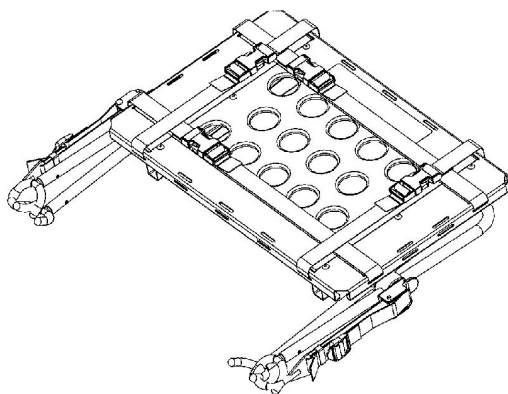

Figure 16 – Position de rangement
1. Mettre le plateau porte-défibrillateur en position de rangement (Figure 16).